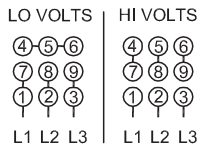

Figure 5 — Schéma de câblage triphasé
- Poser un (1) tube de section carré de 3/4 pouce au bout de chacune des quatre (4) tiges à l'aide de deux (2) écrous-freins à bride comme sur la Figure 5. Serrer fermement (s'assurer que les écrous ne se desserrent pas lors de la pose de l'écrou de serrage sur l'avant du radiateur).
- Poser l'œillet du ventilateur par-dessus l'écrou, suivi d'une (1) attache de fixation, d'une rondelle et d'un écrou.